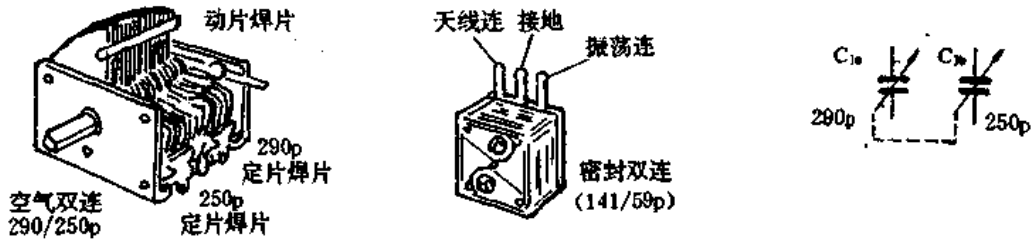

图 2-34
(3) 双联差容可变电容器：如图 2-34 所示。所谓“差容”指两联的最大容量是不相等的，而且在调节过程中始终保持一个差值。它的电路符号与等容双联相同，但从容量标注上便可将它们区分开，如在符号旁边标上  $2 \times 270\text{pF}$  或在每联上标上  $7/270\text{pF}$ ，说明此双联是等容的，如在一联标上  $290\text{pF}$ ，而在另一联标上  $250\text{pF}$ ，说明此双联为差容的。差容双联常用于单